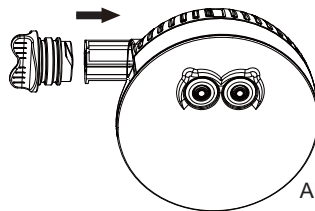

Abbildung 3
3. Setzen Sie das Batteriegehäuse (2) wieder richtig in das LED-Lampengehäuse ein (siehe Abbildung 3).